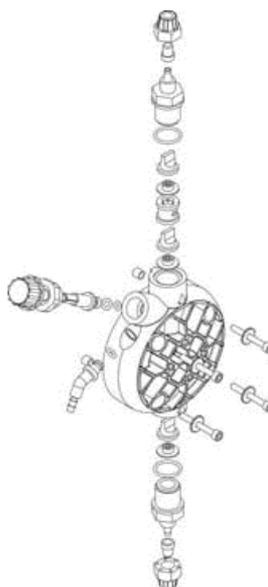

Fig. 11
3. Eliminar del cuerpo de la bomba todo líquido que allí se encuentre, desmontando y volviendo a montar el cuerpo de la bomba, utilizando los cuatro tornillos de fijación que vienen en dotación. (Fig.11).
2. Controlar por lo menos cada 6 meses, el funcionamiento de la bomba, la hermeticidad de los tornillos y las guarniciones, para líquidos particularmente agresivos efectuar controles incluso más frecuentes, controlar en particular la concentración del aditivo de la instalación; una reducción de dicha concentración podría ser causada por el desgaste de las válvulas (que en este caso deben ser substituidas poniendo atención al volver a instalarlas como se indica en la Fig. 11).
Para efectuar esta operación, si el equipo no está fijado a la instalación, es posible hacerla pulsar durante algunos segundos (15-30), manteniéndola invertida y sin tubos conectados a los empalmes, si ello no es posible, desmontar y volver a montar el cuerpo de la bomba (Fig.11), utilizando los cuatro tornillos que sirven para fijar.
Gracias a que el sistema es muy robusto, no se producen verdaderas averías mecánicas. En algunas circunstancias pueden producirse pérdidas de líquido por algún empalme o virola para fijar los tubos que estén flojos, o más sencillamente debido a la rotura del tubo de impulsión. Raramente algunas pérdidas podrían ser causadas por la rotura de la membrana o por el desgaste de la guarnición hermética de la membrana. En estos casos los componentes deben ser substituidos desmontando los cuatro tornillos del cuerpo de la bomba (Fig. 11), al volver a instalar los tornillos, apretarlos de manera uniforme. Una vez eliminada la pérdida, es necesario limpiar la bomba dosificadora eliminando posibles residuos de aditivo, que, al estancarse podrían atacar químicamente la caja de la bomba.
- a. Desmontar las válvulas de aspiración e impulsión, limpiarlas y volverlas a instalar en la misma posición de antes (Fig. 11). En el caso se notara una dilatación en dichas válvulas, comprobar en la tabla correspondiente la compatibilidad del aditivo con el tipo de válvula instalada en la bomba (Válvula estándar de vitón, a pedido se producen de silicona, etileno propileno y de nitrilo, válvula de bola, válvula K).